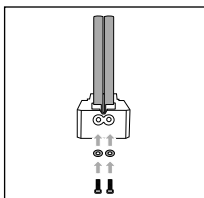

Fig. 3
- ◆ Coloque una arandela **13** en cada alojamiento del elemento guía para el corte A **9** y atornille un tornillo **12** con la llave Allen **15** en cada barra guía **7** (consulte la fig. 3).